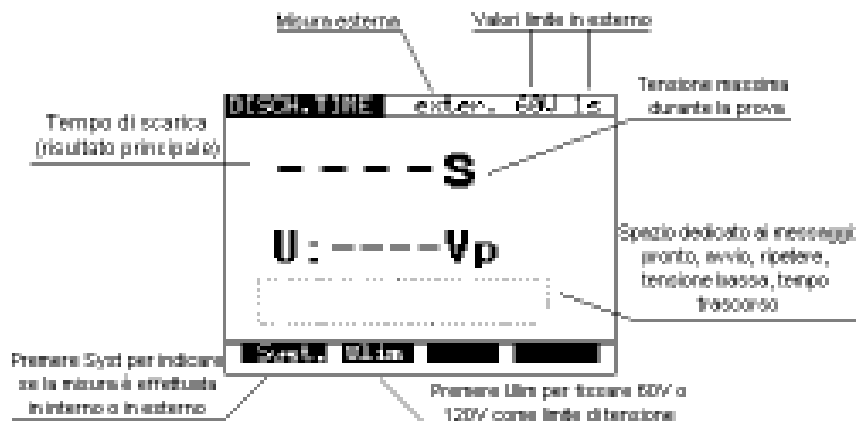

Fig. 26. Menu principale in funzione Tempo di scarica
**FASE 1.** Posizionare la manopola su **DISC.TIME** (tempo di scarica). Vengono visualizzati i dati mostrati nella fig. 26.